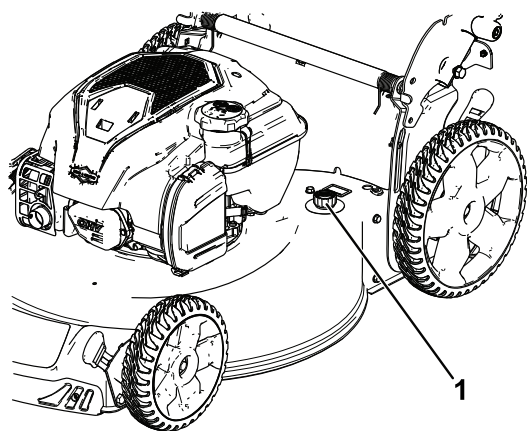

Figure 21
5. Branchez un tuyau d'arrosage, relié à une arrivée d'eau, au raccord de lavage (Figure 21).